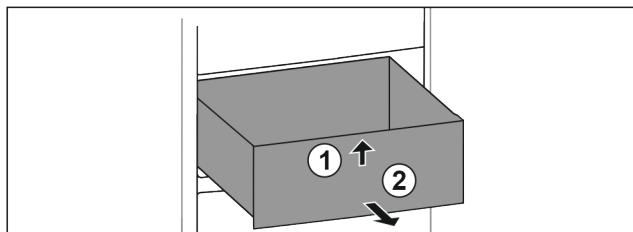

Fig. 95
- Sollevare il cassetto dal davanti. Fig. 95 (1)
- Rimuovere il cassetto tirandolo in avanti. Fig. 95 (2)